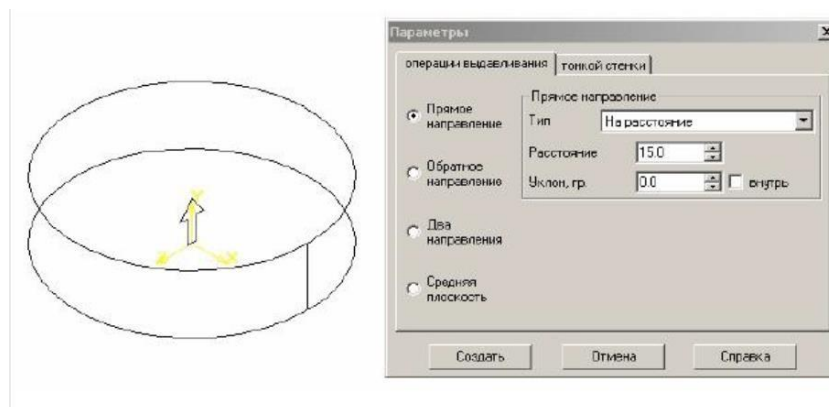

Рисунок 2
5) завершуємо роботу з командою, натиснувши кнопку *Створити* (рис.2). В результаті отримуємо циліндр основи.